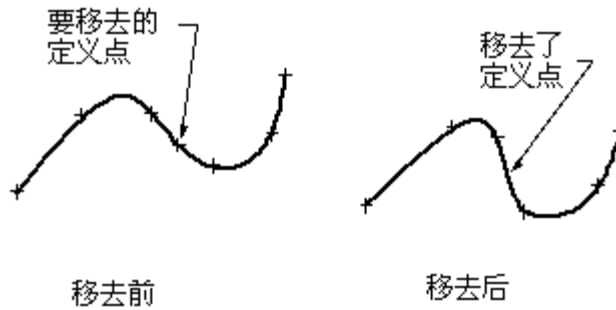

图 4.122 移去定义点
(3) **Remove Point:** 该单选项用于从样条曲线中移去定义点。选取该单选项后，直接用选择球选取要移去的定义点即可。图 4.122 所示的就是移去定义点前后的对比图。